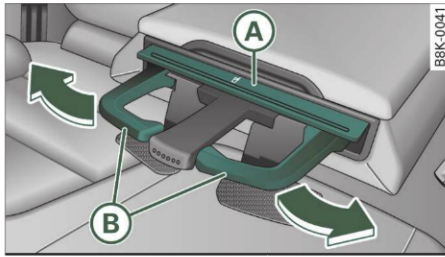

Fig. 70 Cotiera spate: Suportul pentru pahare spate
- Pentru a deschide suportul de băuturi, apăsați pe simbolul  ⇒ fig. 70.